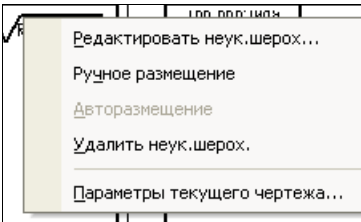

Рис. 13.9. Контекстное меню знака неуказанной шероховатости
- ◆ из контекстного меню. Подведите курсор к знаку неуказанной шероховатости и нажмите ПК мыши. Появится контекстное меню (рис. 13.9), где вы должны выбрать пункт **Редактировать неук.шероховатость**.